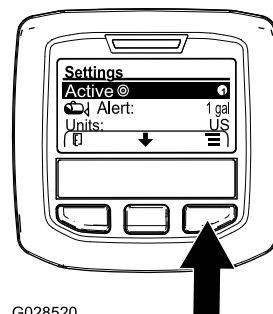

図 69
2. 中央ボタンを押して、アクティブな散布レート設定をハイライトさせる 図 69。
3. 右ボタンを押すと散布レートその1と2を切り替えることができる 図 69。